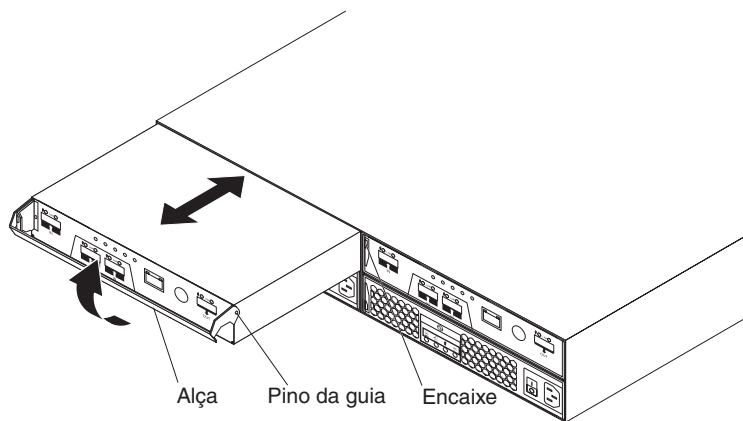

Figura 56. Instalando um Controlador
- b. Puxe lentamente a alça para fora do chassi para remover o painel de preenchimento do compartimento, conforme mostrado na Figura 56.
- b. Certifique-se de que os pinos da guia na lateral do controlador sejam ajustados nos encaixes do chassi do DS3400. Consulte Figura 56.